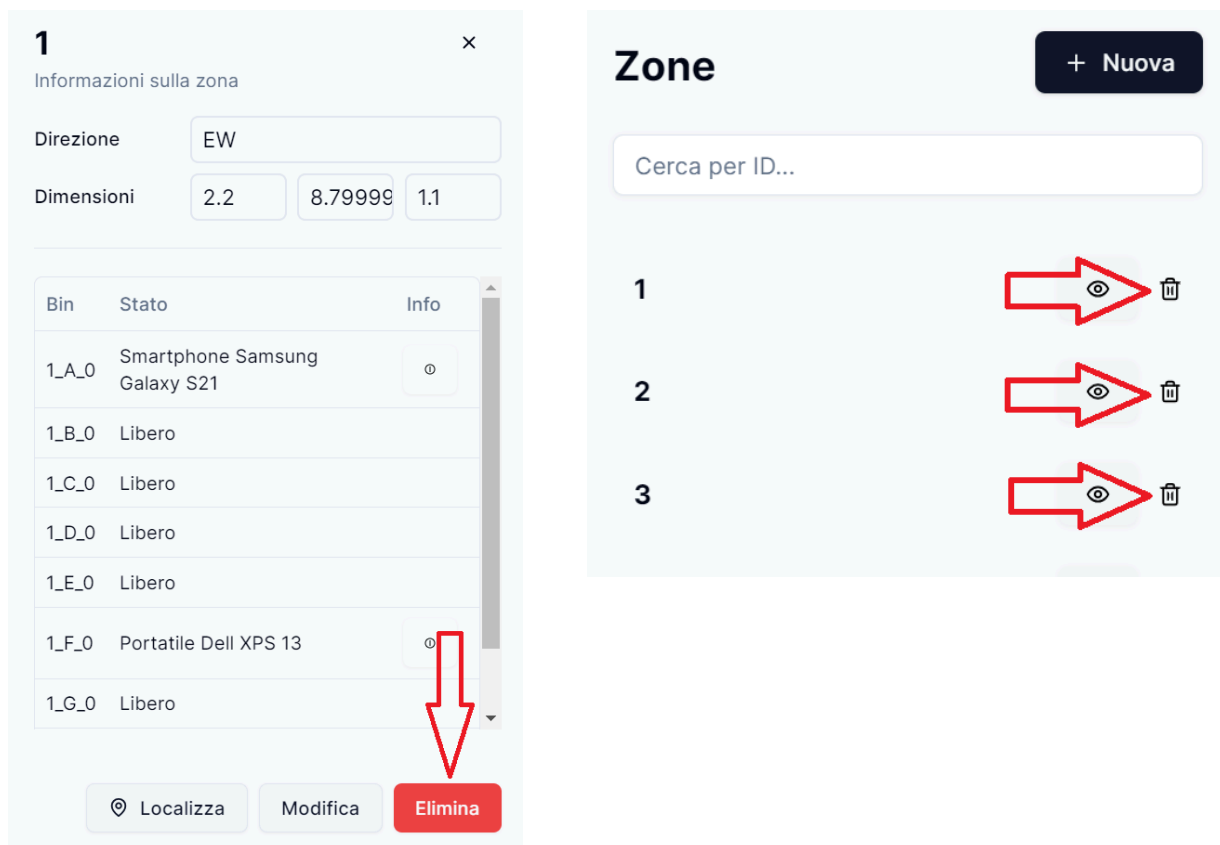

Figura 18: Pulsante “Elimina” di eliminazione zona (sinistra) e pulsanti “cestino” di eliminazione zona (destra)
- il pulsante rosso contenente la scritta “Elimina” contenuto nella parte inferiore del pannello relativo alla visualizzazione delle informazioni di una zona (Figura 18 sinistra);
- il pulsante contenente l'icona raffigurante un cestino (Figura 18 destra) presente nella lista delle zone (Sezione 3.3.1) nella riga corrispondente alla zona da eliminare.